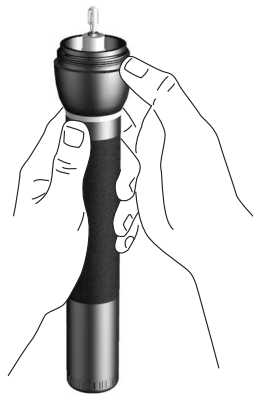

Fig. 16
2. En tenant le cylindre d'une main (Fig. 16), abaissez doucement la tête. L'ampoule à remplacer apparaît alors.